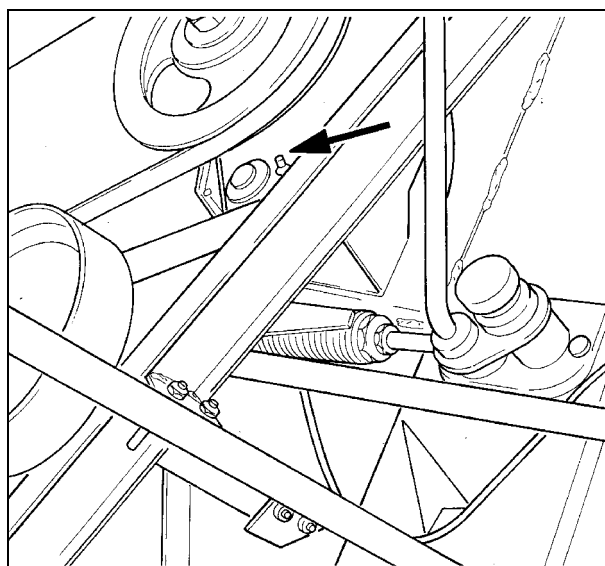

Рис. 46
**38. Рычаг натяжного устройства ремня универсального триера - Рис. 46**